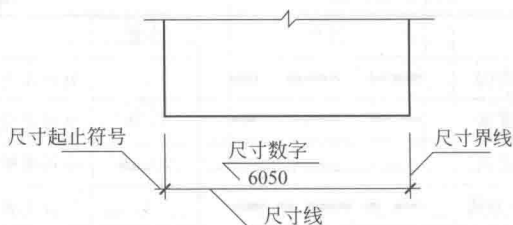

图 1-6 尺寸的组成
① 尺寸标准的组成 尺寸标注由尺寸界线、尺寸线、尺寸起止符号和尺寸数字组成,如图1-6所示。
② 图纸上的尺寸单位 图纸上的尺寸单位,除标高和总平以米(m)为单位之外,其他的都必须是以毫米(mm)为单位,且图纸上的标注尺寸均为实际尺寸。
③ 半径、直径的尺寸标注 半径的尺寸线应一端从圆心开始,另一端画箭头指向圆弧。半径数字前应加注半径符号“R”,如图